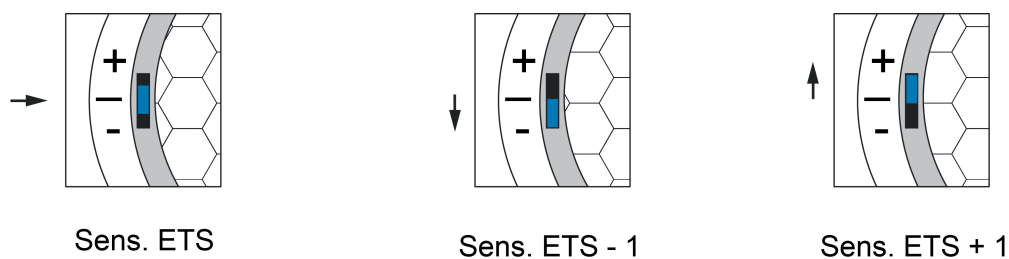

Bild 13: Einstellbereiche des Empfindlichkeitseinstellers am Gerät (-1 <-> 0 <-> +1)
(4) Programmiertaste (rot)
(7) Einsteller zur manuellen Empfindlichkeitskorrektur (blau)
Die Empfindlichkeit der Bewegungserfassung, die ein Maß für die Reichweite der PIR-Auswertung ist, kann getrennt für die PIR-Sektoren A, B und C in der ETS parametrierbar werden und ist darüber hinaus vor Ort am Gerät nach der Inbetriebnahme veränderbar. Hierzu verfügt das Gerät über den Einsteller (7), der das Verändern der parametrierbaren Empfindlichkeitseinstellung aller PIR-Sektoren ermöglicht. Die Empfindlichkeit kann durch den blauen Schalter um maximal eine Stufe verringert oder erhöht werden (Bild 13).